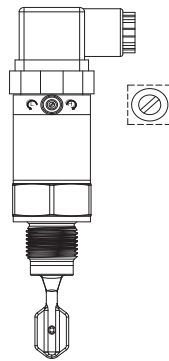

图 15
- (2) 用一字螺丝刀轻缓顺时针旋转电子电位器到底，则仪表处于高位模式（见图15）；
- (3) 用一字螺丝刀轻缓逆时针旋转电子电位器到底，则仪表处于低位模式（见图15）；